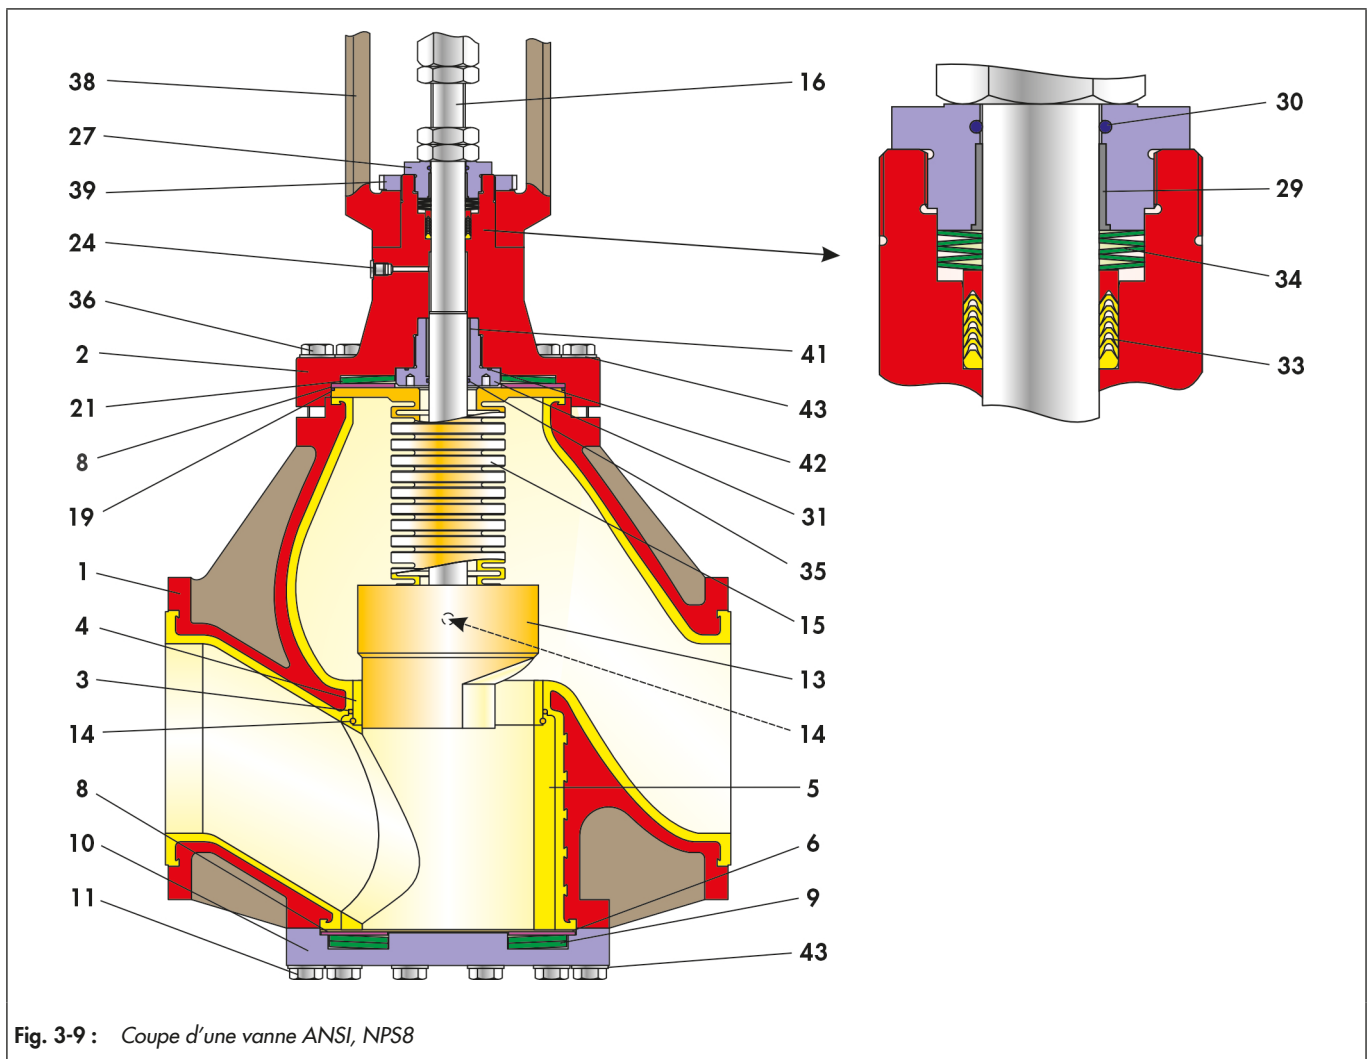

Fig. 3-9 : Coupe d'une vanne ANSI, NPS8
- ⇒ Veiller à ce que l'ouverture de passage à l'intérieur de l'entretoise (5) soit alignée avec l'ouverture à l'entrée de la vanne.
- ⇒ Utiliser une mèche de 5 mm pour percer un trou de biais par rapport à la portée d'étanchéité et d'environ 10 mm de profondeur dans l'entretoise (5).
- ⇒ Enfoncer une goupille (14) en PTFE dans ce trou pour sécuriser l'entretoise contre toute rotation.
- ⇒ Poser la rondelle (6) en PTFE sur l'entretoise (5).
- ⇒ Poser la rondelle d'appui (8) sur la rondelle (6) en PTFE.
- ⇒ Insérer les rondelles-ressorts (9). Emplacement des rondelles-ressorts, voir Fig. 3-9.
- ⇒ Poser avec précaution le couvercle (10) d'obturation sur le corps.
- ⇒ Insérer la rondelle (6), la rondelle d'appui (8) et les rondelles-ressorts (9) dans le couvercle d'obturation en les centrant.
- ⇒ Visser les vis (11) avec la rondelle (43) dans le corps de vanne. Serrer les vis en croix de façon homogène.
- ⇒ Pousser le clapet (13) par-dessus le soufflet (15).
- ⇒ Sécuriser la liaison entre le clapet et le soufflet avec une goupille (14) en PTFE poussée jusqu'en butée.
- ⇒ Poser le chapeau (2) sur une surface propre et douce située à hauteur de travail de sorte à pouvoir accéder facilement au passage de la tige.
- ⇒ Insérer l'entretoise, ainsi que les chevrons et l'anneau final de la garniture à chevrons (33). Ordre des chevrons, voir Fig. 3-9.
- ⇒ Insérer le jeu de rondelles-ressorts (34) dans l'alésage prévu à cet effet. Ordre des rondelles-ressorts, voir Fig. 3-9.
- ⇒ Insérer le joint torique (30) dans la rainure intérieure du presse-étoupe (27).
- ⇒ Enfoncer le palier supérieur (29) dans la partie inférieure du presse-étoupe (27).
- ⇒ Insérer la rondelle-ressort (21), la rondelle d'appui (8) et le joint torique (19) dans le chapeau (2). Ordre des composants, voir Fig. 3-9.
- ⇒ Serrer la vis d'obturation (24).